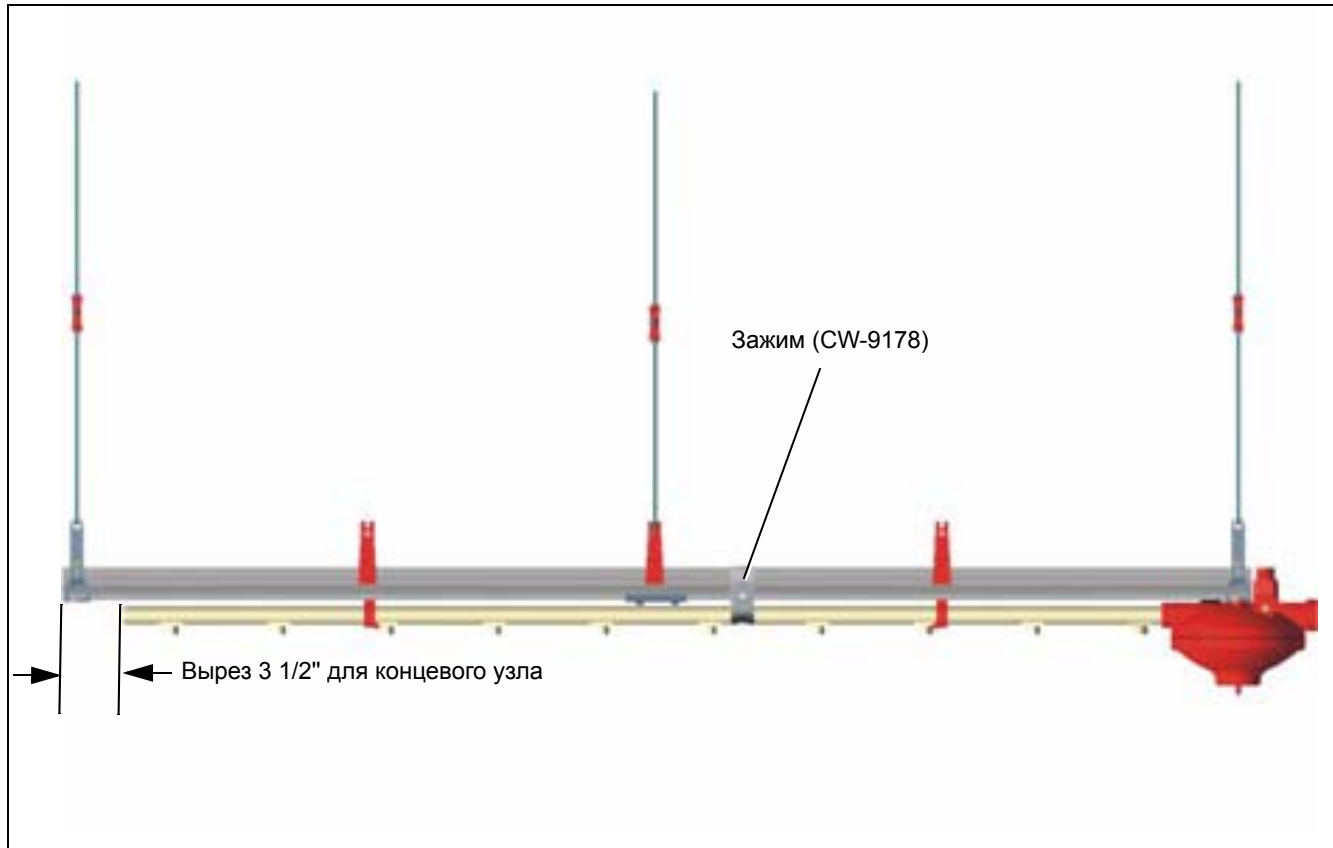

Рисунок 7I
6. Установите конечный отрезок водопроводной трубы, отступите 3 1/2" от алюминиевого рельса и нанесите метку на трубу. Снимите трубу и отрежьте по метке. Вновь установите ее. Это обеспечит пространство для концевой узла. (См. Рисунок 7I.)